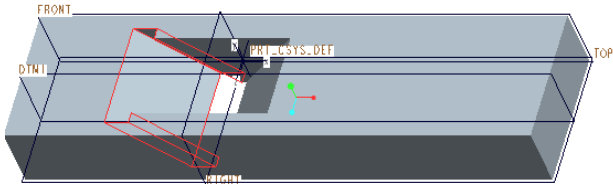

図 4-29 押し出し除去
- ・ 検証モード をクリックして作成されたフィーチャーを確認する図 4-29 に示す。